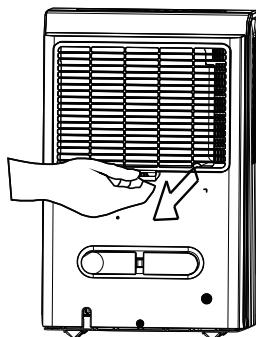

Fig. 5
- Pour extraire le filtre, tirez-le vers l'extérieur (voir fig. 5).